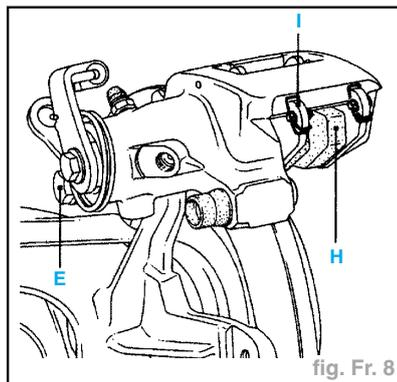

fig. Fr. 8
- Basculer l'étrier autour de la colonnette principale (**E**) (fig. Fr. 8).
Nota : Si vous avez démonté la vis de fixation (E) de la colonnette principale, il faut la remonter en premier, l'enduire de **Loctite Frenbloc** et la serrer au couple (fig. Fr. 8).
- Déposer la colonnette principale (E) (fig. Fr. 8).
- Reposer la vis de fixation (E) de la colonne principale, l'enduire de **Loctite Frenbloc** puis la serrer au couple (fig. Fr. 8).